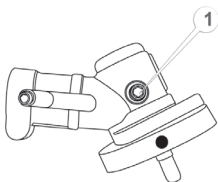

Рисунок 30. Схема змащення кутового редуктора.
1. За допомогою шестигранного ключа 5 мм відкрутити гвинт (1, рис. 30).
5. Надійно закрутити гвинт (1, рис. 30).